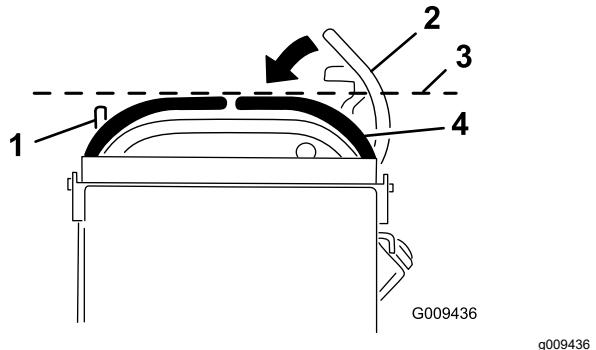

Bild 75
3. Drücken Sie die Fahrantriebshebel nach unten und außen aus der ARRETIERTEN NEUTRAL-Stellung (**Bild 75**).
4. Prüfen Sie, ob der rechte Fahrantriebshebel mit dem linken Fahrantriebshebel horizontal eingestellt ist (**Bild 75**).